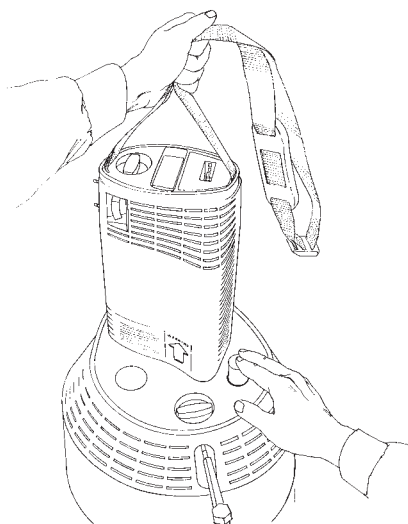

Figure 12
8. Dégager l'unité portable Companion de l'unité fixe en tenant la sangle de transport au dessus de l'appareil et en appuyant sur le bouton de dégagement (Figure 12). Tenir toujours l'unité Portable Companion d'une main lors de la tentative de dégagement. Si le dégagement des unités s'avère difficile, cela provient probablement du fait que les pièces sont collées ensemble par le gel. NE PAS FORCER. Laisser simplement les pièces gelées se réchauffer un instant et les dégager lorsque la glace a fondu.